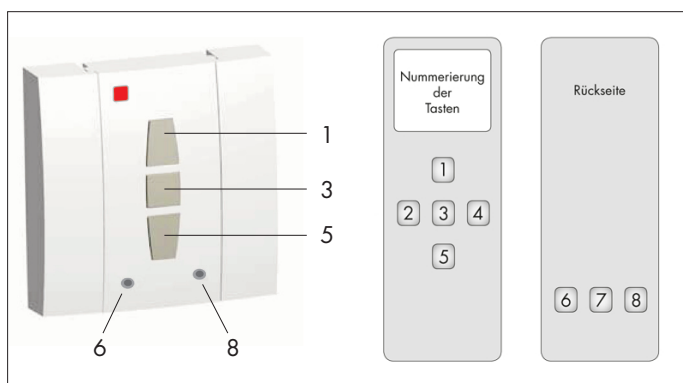

Abb.2: Tastenerklärung der Furohre Handsender
1. Motor in den Lernmodus versetzen: hierzu die Taste 6 (siehe Abb.2) so lange drücken, bis der Motor sichtbar in eine Richtung läuft
2. jetzt innerhalb von 5 Sek. die Taste des Senders drücken, in die der Motor gelaufen ist (ist der Motor herabgelaufen also die Herabtaste (5) - ist er heraufgelaufen die Herauftaste (1))
Um alle Sender zu löschen, gleichzeitig beide Tasten des MASTER (Taste 6 u. 3 (Abb.2)) drücken bis der Motor kurz in beide Drehrichtung fährt. Diese Bewegung bedeutet, dass das Löschenverfahren korrekt durchgeführt wurde.